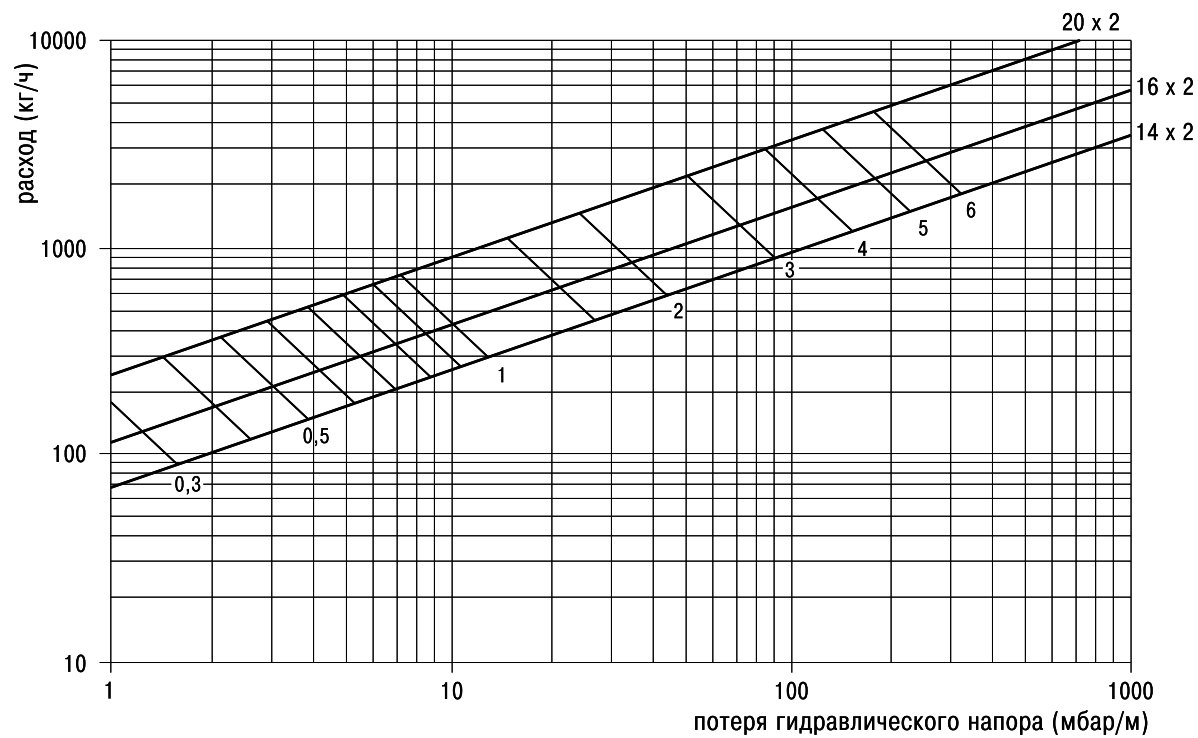

Рис. 5.1
Удельную потерю давления на трубопроводе (R) можно определить по диаграммам на рис. 5.1.